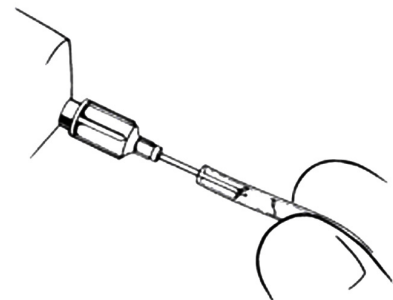

Figura 4-32. Lavar a tubagem e o conector
3. Utilize uma agulha de calibre 22 e uma seringa de 10 cc cheia de solução de enchimento para irrigar o conector e a tubagem **(Figura 4-32)** para remover partículas e ar.